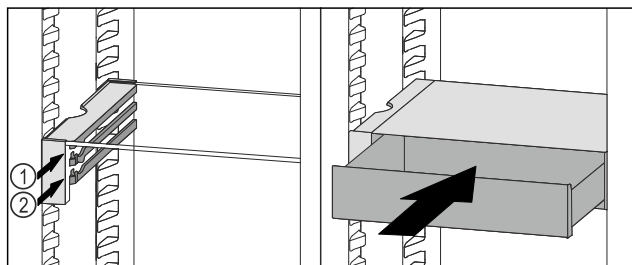

Fig. 149
- Stavite ladicu VarioSafe ukoso iza zaustavljača na željeni žlijeb Fig. 149 (1) ili Fig. 149 (2).